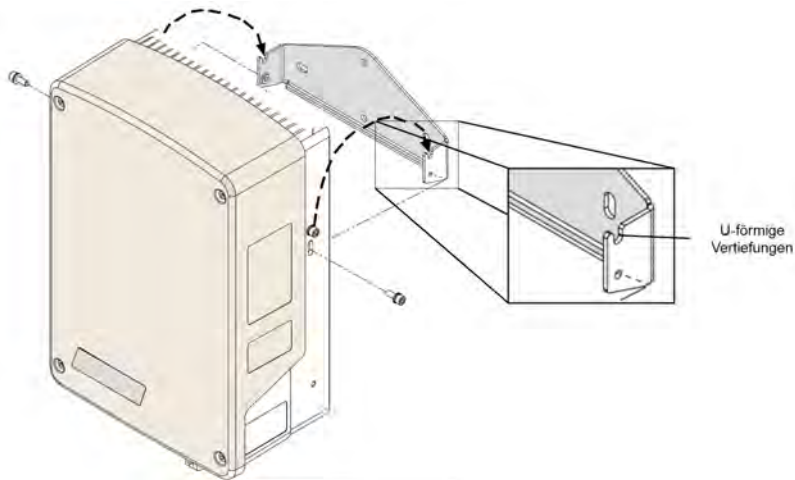

Abbildung 7: Einhängen des Geräts in die Halterung
5. Senken Sie das Gerät in die U-förmigen Vertiefungen herab. (siehe *Abbildung 7*). Lassen Sie das Gerät flach an der Wand oder am Mast anliegen.